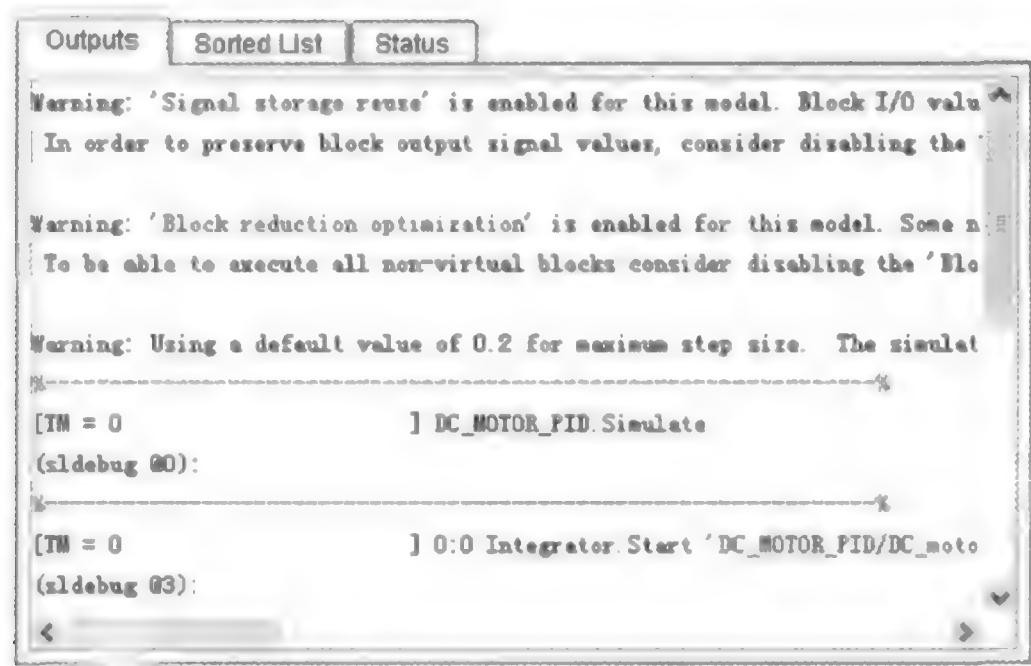

图 2.3.5 信息显示界面
- ① Method:方法名列以树形结构列出了从仿真开始时刻至此的所有“方法”。树形图的节点表示“方法”对其他“方法”的调用,展开一个节点即可观察上一级“方法”调用的次级“方法”。单击包含于模块中的“方法”(蓝色)会使模型中相应的模块高亮显示。
- ② Breakpoints:用户可以通过断点列的复选框设置断点。(在动画模式下此功能无效。)
- ③ ID :ID 列按顺序显示方法名列中所列出的所有“方法”的 ID 号码。
- (4) 信息显示界面。信息显示界面共有 3 个选项卡:Outputs、Sorted Lists 和 Status。如图 2.3.5 所示。